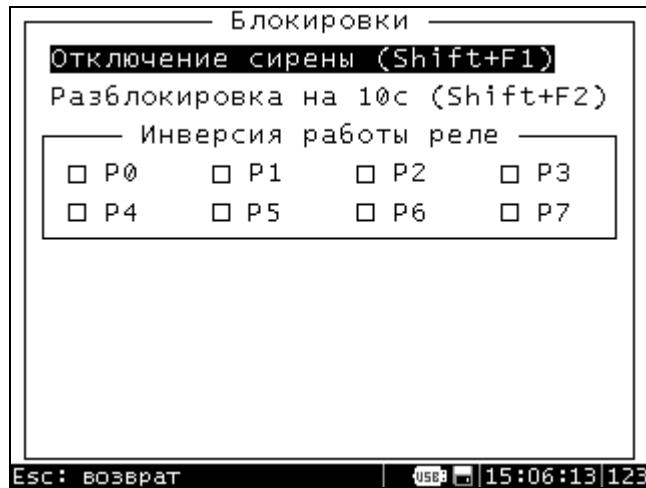

Рис. 10. Меню "Блокировки..."
2.5.2.3 "Блокировки...". Меню Блокировки (рис. 10), которое содержит следующие пункты: